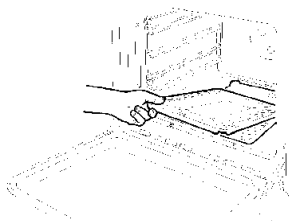

Fig.7
- Avlägsna ugnsfalsen (Fig.7).
- Lossa V-skraven och dra ut brännaren från dess stöd. Var försiktig med att inte skada tändelektroden eller termoelementet (Fig.7).